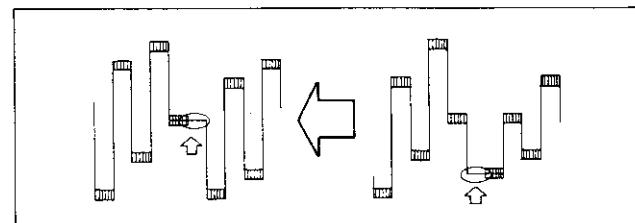

Fig. 5-4
- Raccorder la sonde de l'oscilloscope sur la broche CI02 ⑬ et ajuster T06 pour obtenir la forme d'onde indiquée sur la figure 5-4.